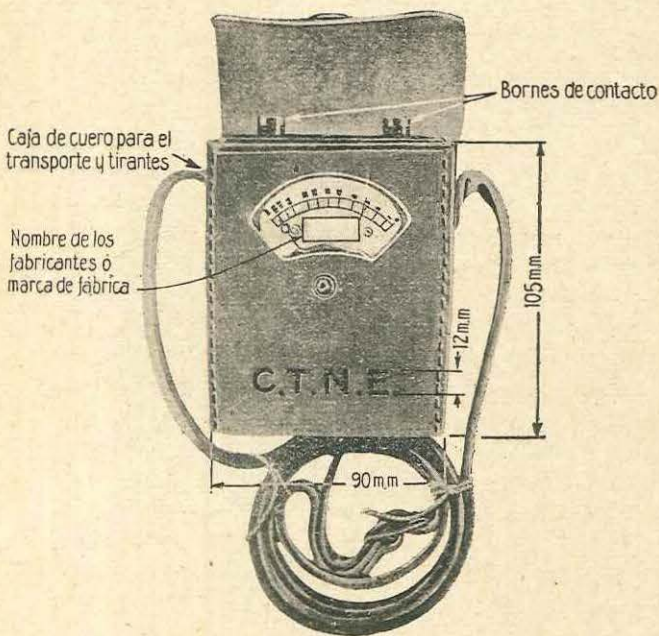

Fig 6
17.—*Galvanómetro.* Se empleará un galvanómetro de un tipo aprobado (fig. 6) cuando haya que producir la explosión eléctrica de barrenos en derivación. Este aparato puede utilizarse para descubrir los cortos circuitos en la conexión, faltas de contacto o gran-